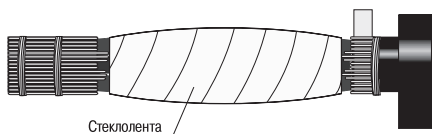

Рисунок 12
4.20 Произвести стягивающую намотку стеклоленты на жилы кабелей с 50%-ным перекрытием при одновременном сжатии жил друг с другом (рисунок 12).